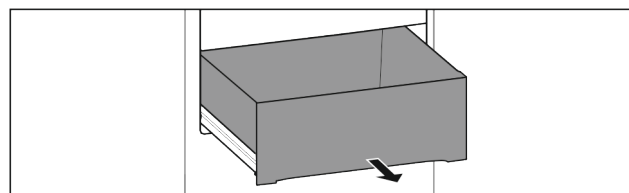

Fig. 30
- Schuiflade is volledig uitgeschoven (zie Fig. 30).